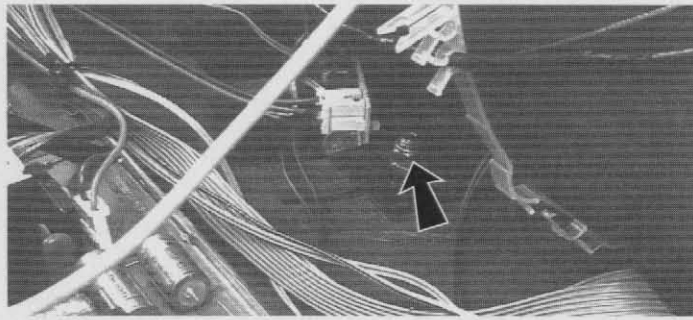

Fig. 4
- a) Um einen Lautsprecher zu wechseln, muß der Drehsockel vom Fernsehgehäuse abgenommen werden. Hierzu die Mutter (Fig. 4) im Innern des Gerätes abdrehen und den Sockel vorsichtig abziehen.
- a) To exchange a loudspeaker, the rotary base must be removed from the TV cabinet. For this, unscrew the nut inside the set (Fig. 4) and remove the base cautiously.